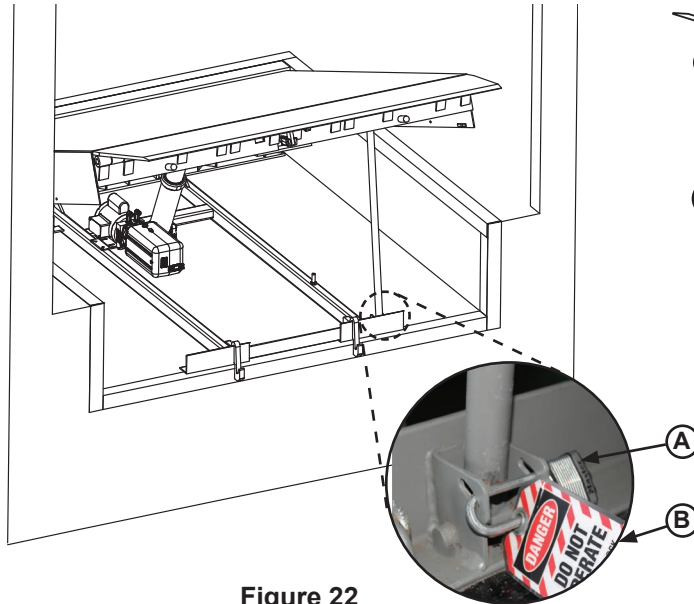

Figure 22
Avant toute opération d'entretien sous la plateforme du niveleur de quai, mettre la plateforme en appui sur la béquille d'entretien (C). Placer la béquille d'entretien derrière la plaque de rive avant (D) tout en restant à l'écart du hayon. Le hayon se replie vers le bas une fois que la plateforme repose sur la béquille. Verrouiller la béquille d'entretien dans sa position de service (verticale) à l'aide d'un moyen de verrouillage* (B) et d'un moyen d'étiquetage* (A) homologués par l'OSHA. Voir Figures 22 et 23.